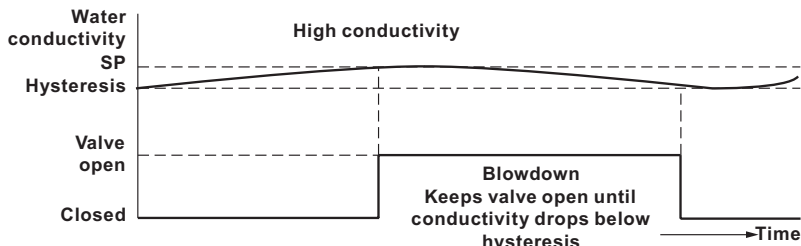

Figura 16 Controle LIGA/DESLIGA sem purga
Usado quando a sonda é montada na caldeira. A sonda pode monitorar constantemente a condutividade da ponta de sonda até o casco da caldeira. Quando a válvula de TDS/Condutividade excede o ponto de ajuste (SP), a válvula se abrirá e permanecerá aberta até que o valor de TDS/Condutividade caia abaixo da histerese. Consulte a Figura 16.